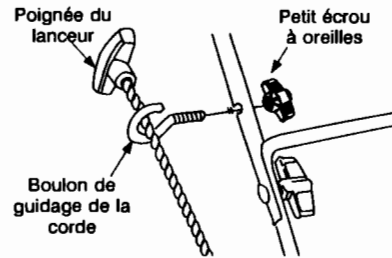

Figure 4
4. Attachez-le avec un petit écrou à oreilles. Voir la figure 4.
La poignée du démarreur à lanceur est installée sur le guidon supérieur. Voir la Figure 4. Le démarreur à lanceur sert à faire démarrer le moteur quand le dispositif d'auto-démarrage est désactivé.